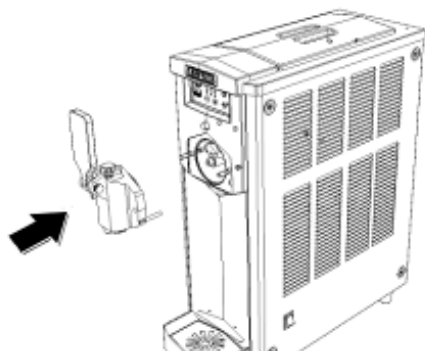

Fig. 19
- Riposizionare la flangia in modo che il mandrino di bloccaggio rientri nella propria sede (Fig. 19).